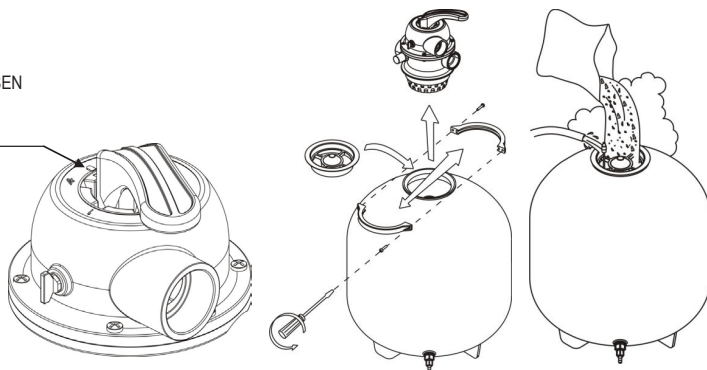

Fig. 9
2. Encher pela primeira vez antes da aspiração: Abrir a tampa do pré-filtro da bomba e encher completamente de água até ao nível da tomada de aspiração. (Fig.9)